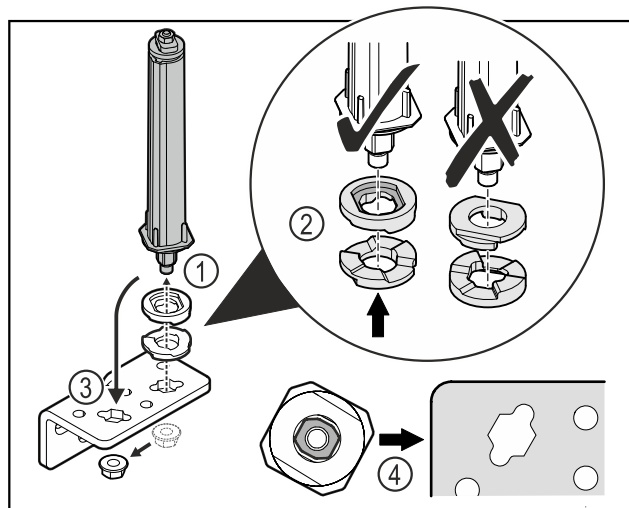

Fig. 27
- Moer losmaken en deursluitsysteem verwijderen Fig. 27 (1).
- De correcte uitlijning van de hoogte-instelschijven in acht nemen Fig. 27 (2).
- Deursluitsysteem in de scharnierhoek verplaatsen en met de moer vastzetten Fig. 27 (3).
- Bij het plaatsen de correcte uitlijning van het deursluitsysteem in acht nemen Fig. 27 (4).